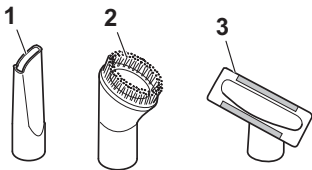

Abb. 6
- **Fugendüse (Abb. 6/1)**
- **Möbelbürste (Abb. 6/2)**
- **Polsterdüse (Abb. 6/3)**